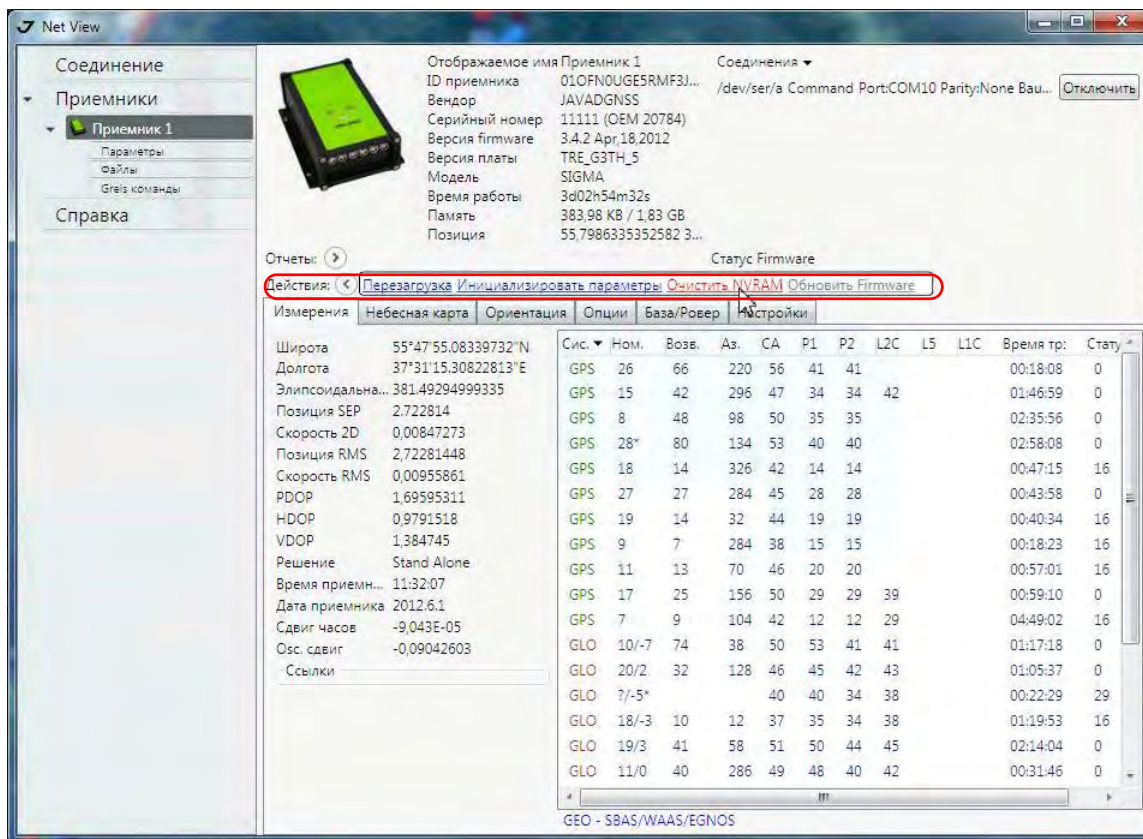

Рисунок 5. Очистить NVRAM
2. Нажмите слева на *Receiver*. Справа откроется информационное окно. Нажмите *Действие* и выберите *Очистить NVRAM* (Рис. 5).